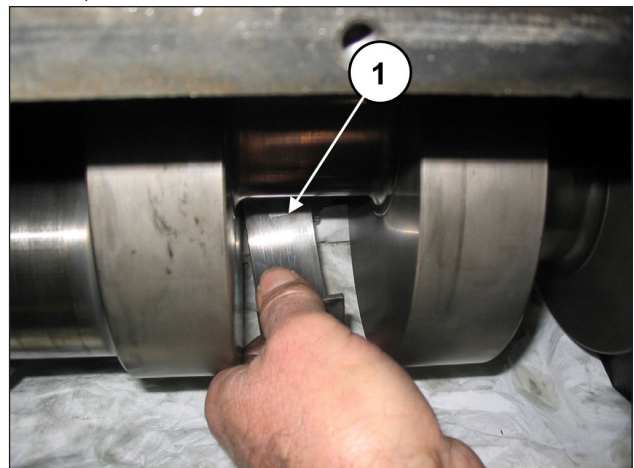

Abb. 27
Ziehen Sie die drei Lagerschalen der Pleuelhälften ab (Pos. ①, Abb. 27).